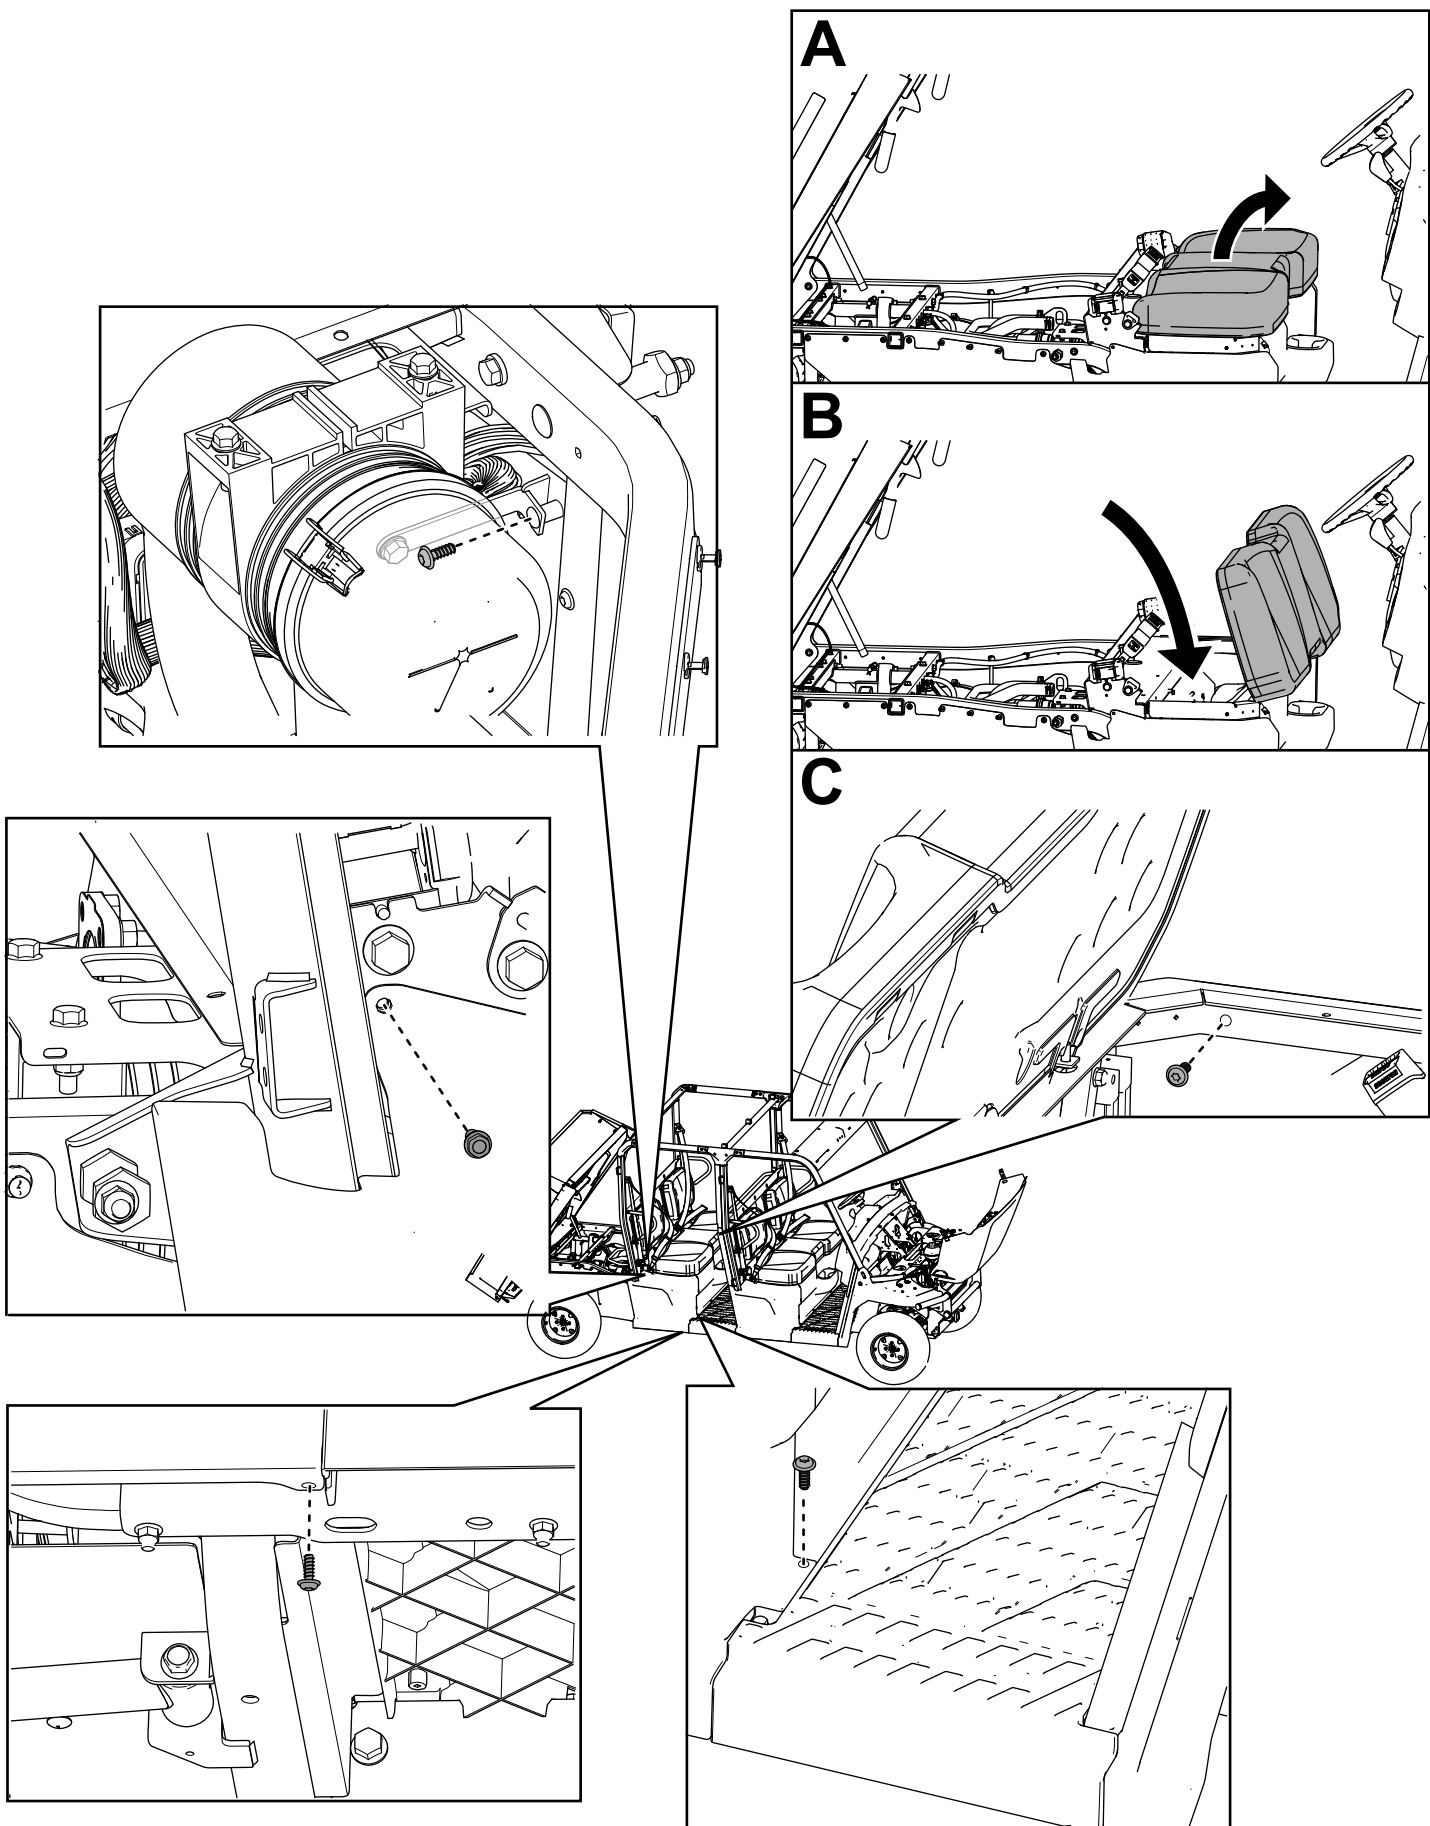

Bild 72
32. Befestigen Sie die zwei rechten und zwei linken Sitzunterteilplatten mit den zuvor entfernten Sechskantschrauben ($\frac{1}{4}$ " x $\frac{3}{4}$ "), wie in Bild 72 dargestellt.